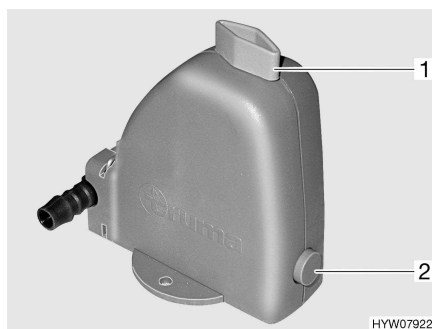

Fig. 84 Válvula de seguridad/purga
La calefacción está equipada con una válvula de seguridad/purga (Fig. 84). La válvula de seguridad/purga evita que el agua para la preparación de agua caliente se congele cuando no esté conectada la calefacción en caso de congelación.
- Cerrar la válvula de seguridad/purga. Para ello, girar el botón giratorio (Fig. 84,1) a la posición transversal en referencia a la válvula de seguridad/purga y hundir el botón (Fig. 84,2).
- Abrir la válvula de seguridad/purga. Para ello, girar el botón giratorio (Fig. 84,1) a la posición longitudinal en referencia a la válvula de seguridad/purga. El botón (Fig. 84,2) salta hacia fuera. El depósito de agua sanitaria se vacía hacia fuera a través de la válvula de seguridad/purga.